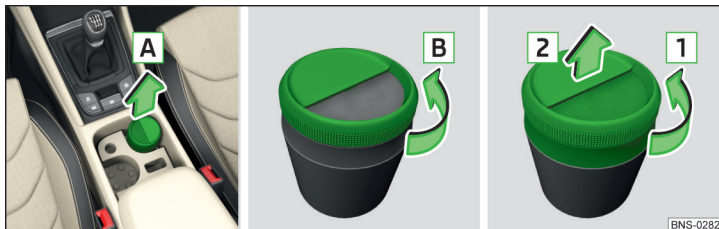

Fig. 136 Retirer / ouvrir / démonter le cendrier
► **Extraire** le cendrier en le tirant dans le sens de la flèche **A** » fig. 136. L'**insertion** s'effectue dans l'ordre inverse.